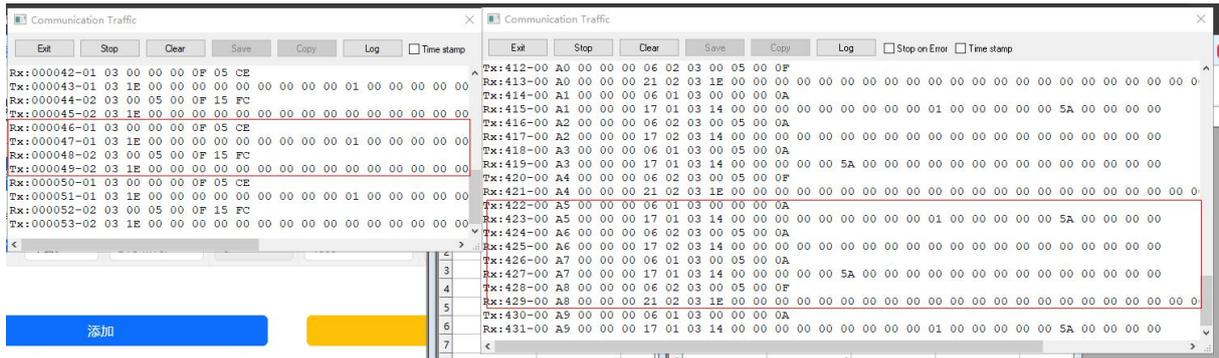

图 29 报文对比，左侧Modbus Slave收到报文，右侧Modbus Poll发送报文
- ②参照4.2.4中DTU MRTU使用例程操作过程第②~④步,配置一模一样即可。
- ③通讯后TCP报文对比如图29所示：